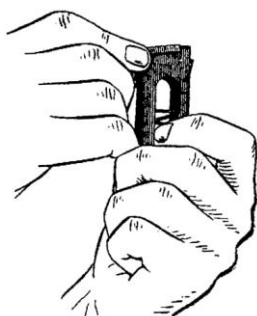

Рис. 17. Разборка магазина
9) **Разобрать** магазин. Взяв магазин в левую руку, большим и указательным пальцами этой руки отжать пружину подавателя к подавателю, правой рукой снять крышку магазина за ее выступающую часть (рис. 17) и вынуть из корпуса магазина пружину подавателя и подаватель.